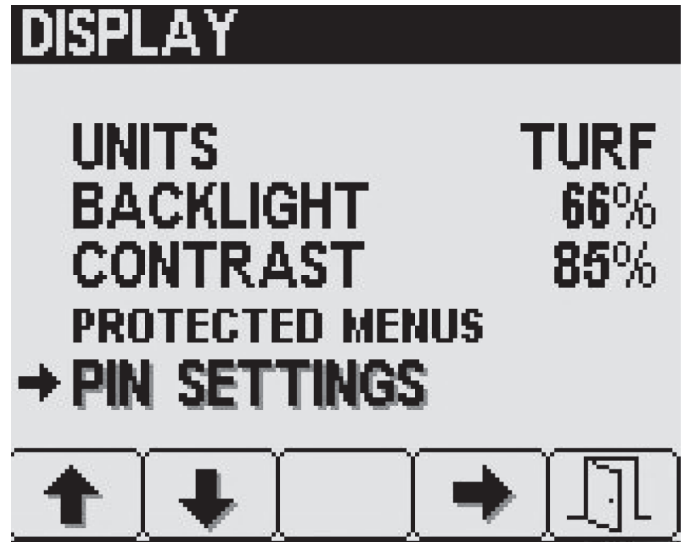

Figura 24
PIN) y, a continuación, pulse el botón 4 para seleccionar PIN Settings (Ajustes de PIN) (Figura 24).
1. Pulse el botón 2 en la pantalla Settings (Ajustes) hasta que llegue a PIN Settings (Ajustes de PIN) y, a continuación, pulse el botón 4 para seleccionar PIN Settings (Ajustes de PIN) (Figura 24).